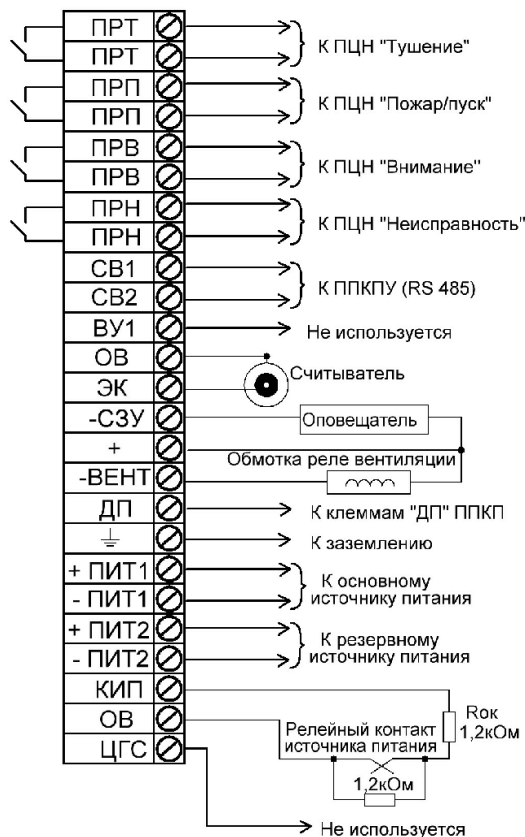

Рис.10 Монтажная схема УКП
- ✓ Выполните подключения согласно монтажной схеме (Рис.10):